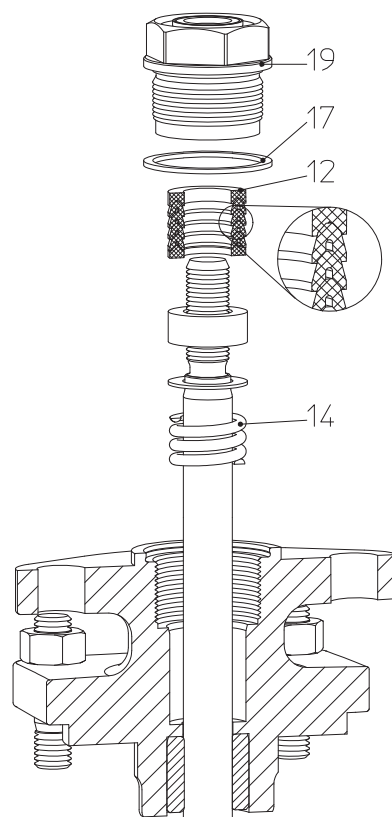

Fig. 12:
- Ved udskiftning af manchetterne (pos. 12) skal man overholde den rigtige rækkefølge og de enkelte deles indbygningsposition (se fig. 12).
- Pakningen (pos. 17) skal udskiftes.